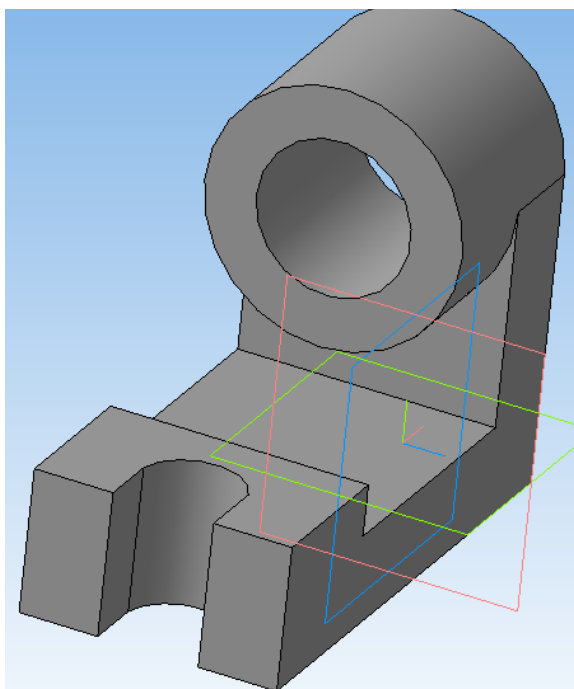

Рисунок 3.4 – Операция «Вырезать выдавливанием»
6) Создайте из профиля 4 эскиз на рабочей плоскости ZX . Примените к созданному эскизу операцию «Вырезать выдавливанием» с тем же параметром «через все» (рисунок 3.4).